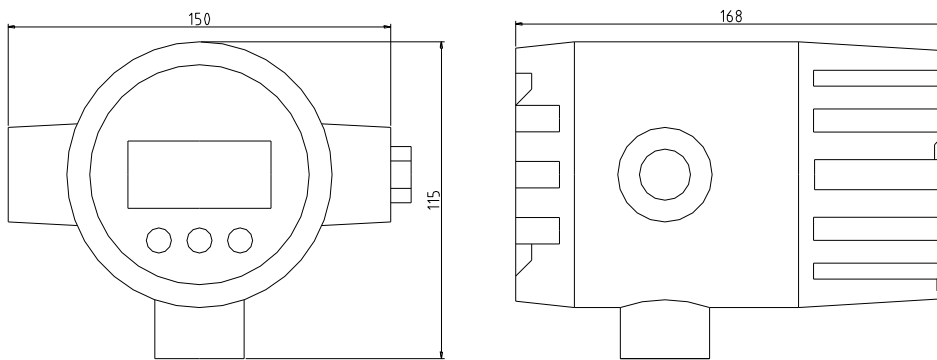

图 4-4 LRT-II、LRT-III 型现场显示表外形尺寸
d) LRT-II、LRT-III 现场显示表(图 4-4)